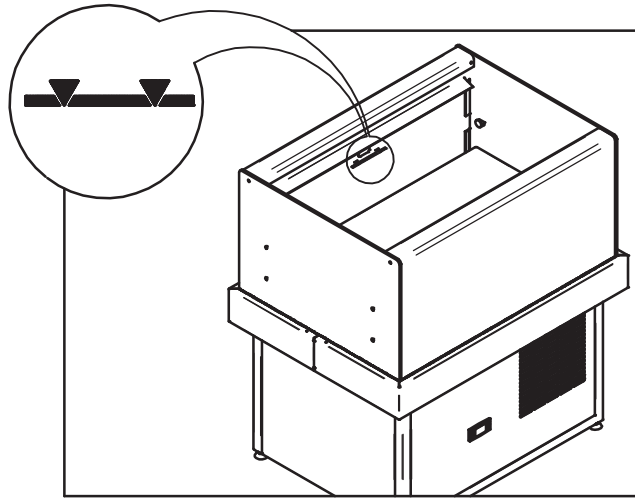

Fig. 11
- Non superare mai la linea di carico massimo riportata all'interno del banco (Fig.11 pag. 4).